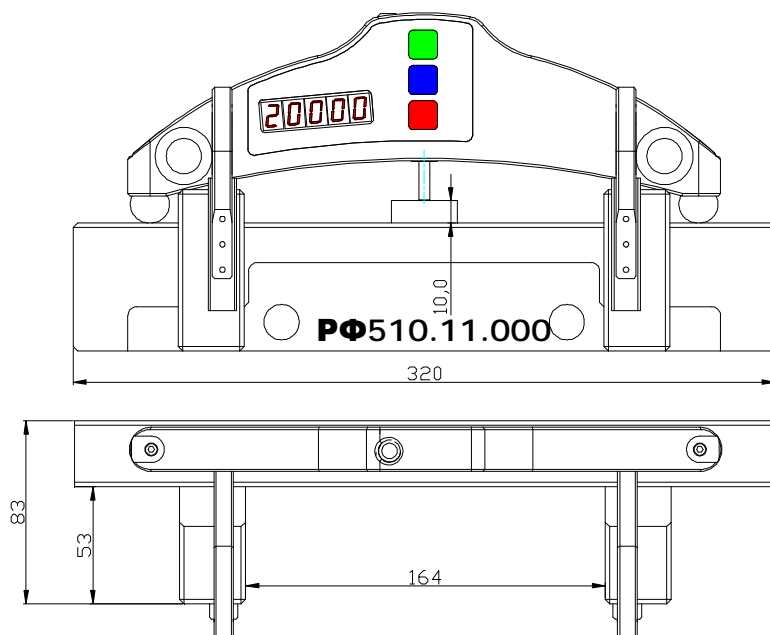

Рисунок 4
- плита поверочная с отклонением от плоскостности не более  $\pm 0.5$  мкм на длине 250 мм (либо плоский шаблон РФ510.11.000 рис.4.);